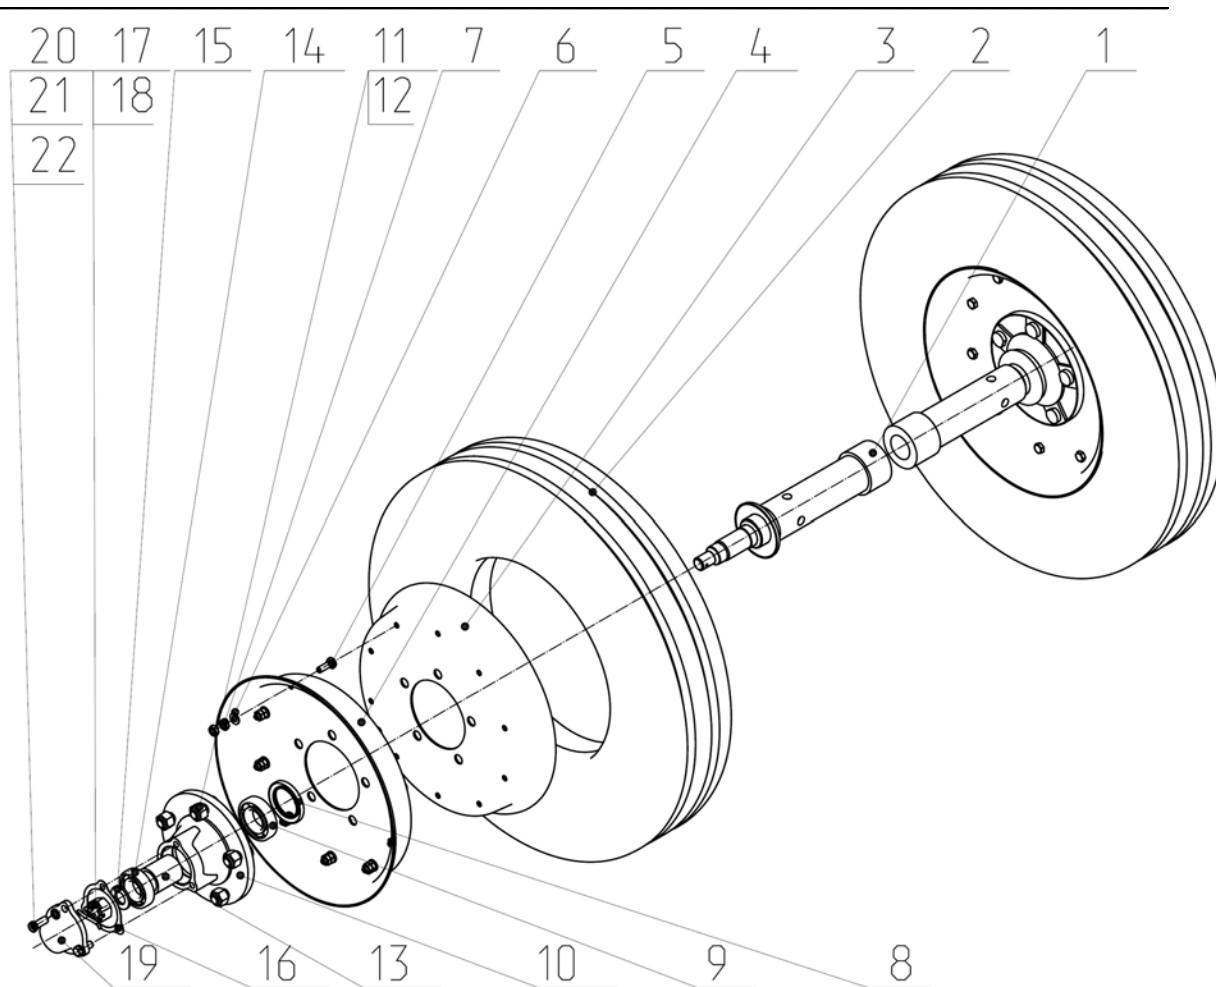

Рис.12. ЛДГ 03.050 Мост.
2.27. Мост (Рис. 12) является опорной частью снуды и предназначен для передвижения лущильника. Основными узлами моста являются колеса, ось 1 и ступицы 10.